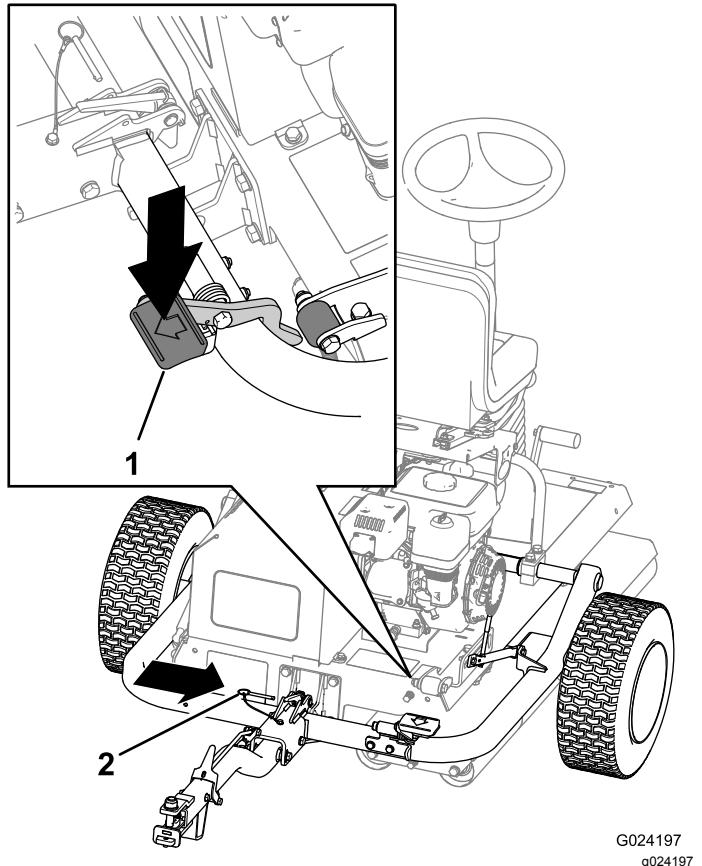

图26
- C. 踩到挂钩踏板上直到挂钩锁入就位 图26。
D. 插入锁定销 图26。